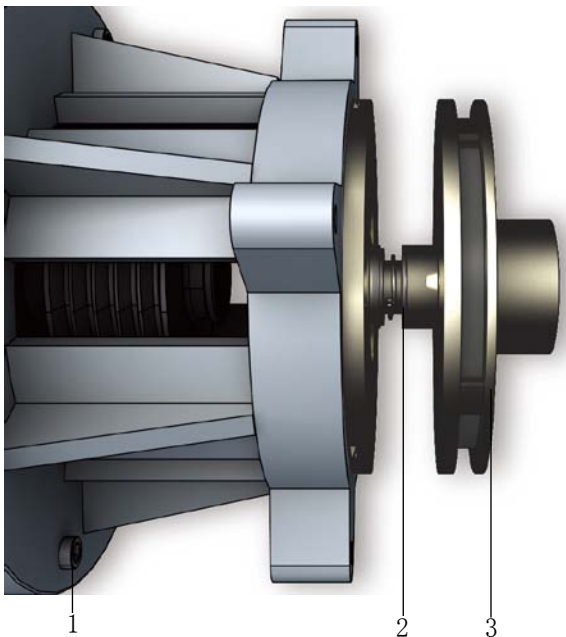
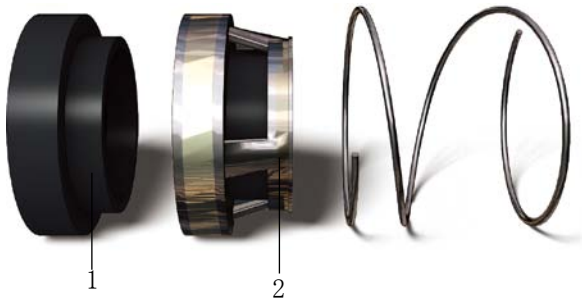

图 1.7-4
图 1.7-5
c) 将机械密封动环、静环取下（安装机械密封时应清洁、无固体颗粒，可用少量润滑油涂于橡胶与密封面，静环安装在泵盖上应平整（图 1.7-4、图 1.7-5））。
- 将联泵盖螺栓卸掉（泵盖与电机分离，图 1.7-4）；